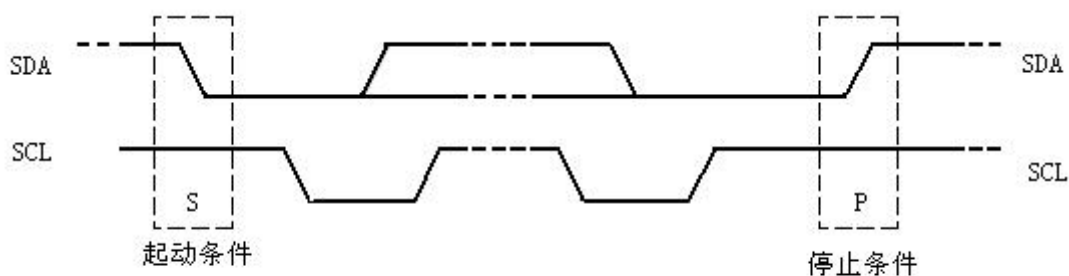

图11: I2C总线的起动 (START) 和停止 (STOP) 条件定义
总线不忙时，数据线和时钟线保持高电平，数据线在下降沿、时钟线为高电平时为起动条件 (S)，数据线在上升沿、时钟线为高电平时为停止条件 (P) 参见图 11。